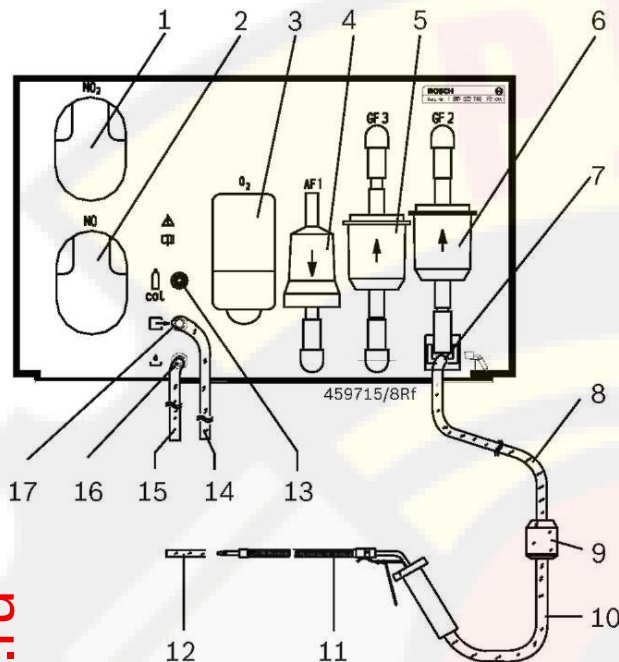

Рис. 3. АММ (модуль газоанализатора):
Система анализа отработавших газов BEA 460 оборудована датчиком для измерения O_2 , его привинчивают к задней стенке АММ (модуля газоанализатора) в предусмотренном для этого месте (см. рис. 3, поз. 3).
3. Присоедините зонд отбора отработавшего газа с фильтром грубой очистки GF1 и пробоотборный шланг к системе анализа отработавших газов BEA 460 (см. рис. 3).